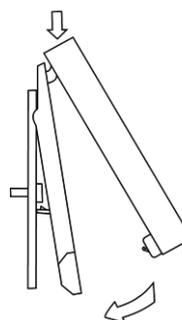

Fig. 75
- Una vez realizada la conexión, coloque el display sobre la parte trasera (Fig. 75).